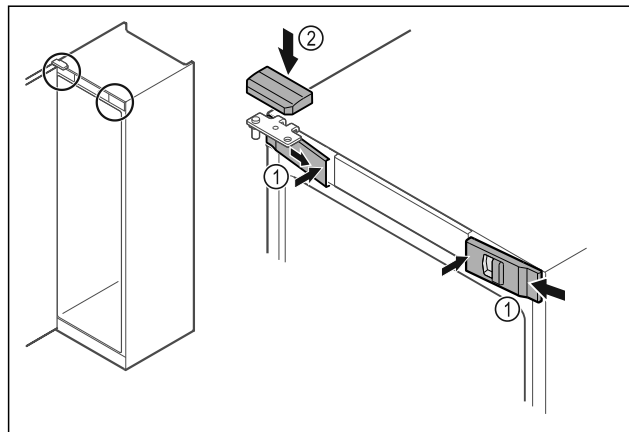

Fig. 48 *
- ▶ Закачете предните капаци Fig. 48 (1) отстрани и фиксирайте навътре.*
- ▶ Фиксирайте горния капак Fig. 48 (2) отгоре.*